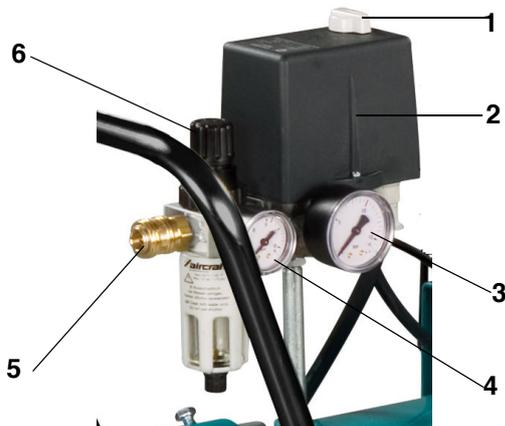

Abb. 12: Einstellung Arbeitsdruck
Schritt 6: Schließen Sie die Entwässerung und prüfen Sie, ob der Kompressor den Behälter lädt und bei P_{max} anhält (max. Druck; wird durch das Manometer (Pos. 3, Abb. 12) angezeigt).
Der Arbeitsdruck wird mit dem Filterdruckregler (Pos. 6, Abb. 12) eingestellt (Drehen der Drehkappe oder Heben der Drehkappe, gewünschten Druck einstellen und Drehkappe wieder hinunter drücken und dadurch fixieren) und am Manometer (Pos. 4, Abb. 12) abgelesen. Die Entnahme erfolgt über Kupplung (Pos. 5, Abb. 12).